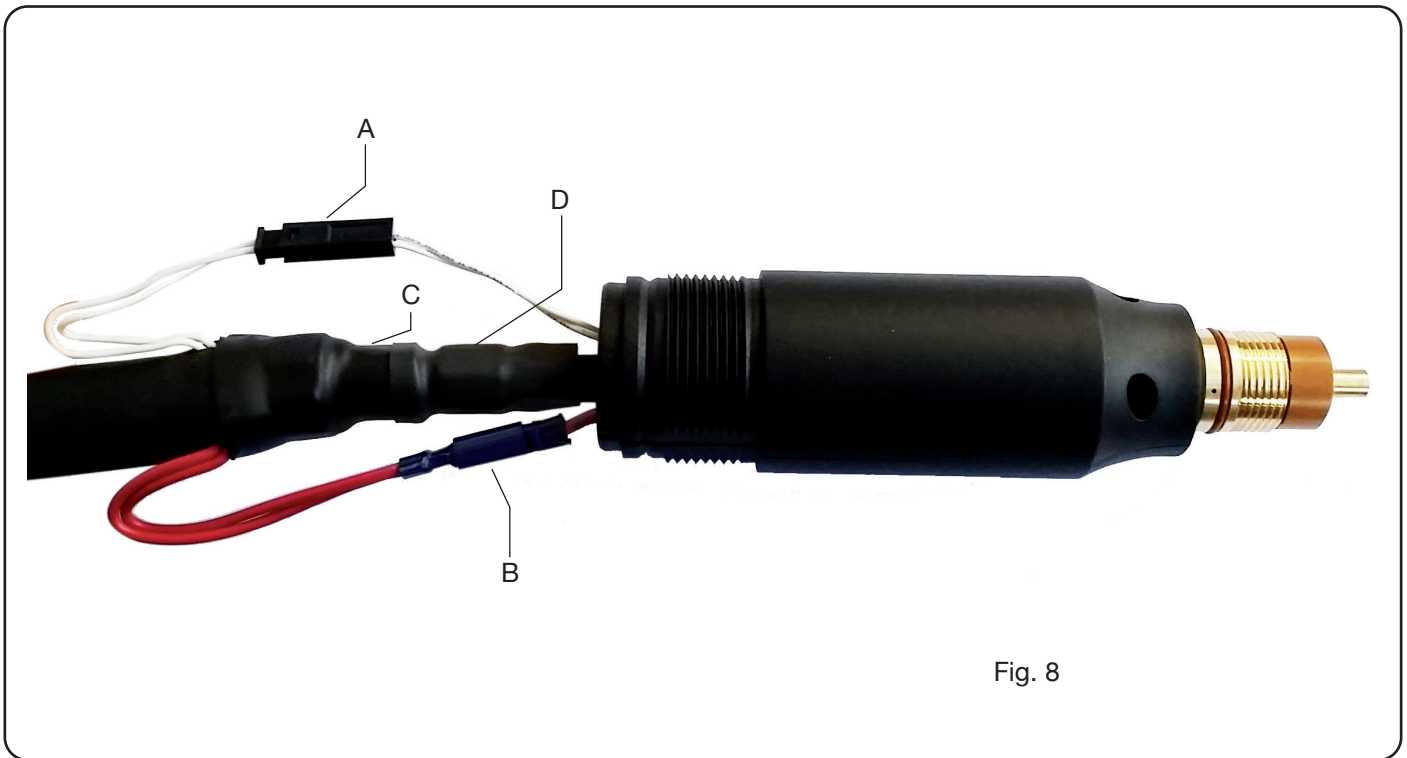

Fig. 8
- Den Gewindestift **G** ausschrauben und dann den Griff **M** abschrauben und nach hinten ziehen, so dass alle Kabel freiliegen (siehe Abb. 8).
- Die Anschlussstücke **D** und **E** verschrauben; hierbei die in Abb. 8 angegebene Ausrichtung beachten.
- Den Gewindestift G ausschrauben und dann den Griff M abschrauben und nach hinten ziehen, so dass alle Kabel freiliegen (siehe Abb. 8).
- Die Anschlussstücke D und E verschrauben; hierbei die in Abb. 8 angegebene Ausrichtung beachten.